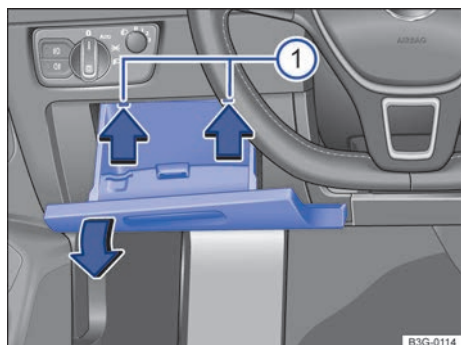

Fig. 280 Tapa de la caja de fusibles del tablero de instrumentos: vehículos con el volante a la izquierda, a la izquierda junto al volante.
- Presione las pestañas de encastre → **fig. 280** **1** hacia arriba, en el sentido de las flechas, y al mismo tiempo abra aún más el portaobjetos y retírelo hasta que se pueda acceder al portafusibles.
- Abra el portaobjetos del lado del conductor → **fig. 280**.